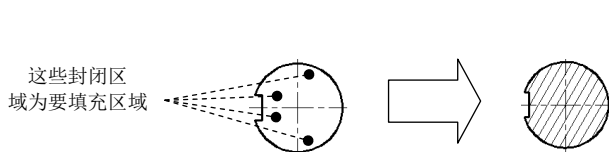

图 1.1.19 进行图案填充
Step4. 对图 1.1.19 所示的图形进行图案填充。
(1) 将图层切换至“剖面线层”。
(2) 选择下拉菜单 **绘图(D)** → **图案填充(H)** 命令, 在命令行中输入字母 T 并按 Enter 键, 系统弹出“图案填充和渐变色”对话框。在 **类型(T):** 下拉列表中选择 **用户定义** 选项, 在 **角度(A):**
下拉列表中选择 **45** 选项, 在 **间距 (C):** 文本框中输入数值 3, 然后单击 **添加: 拾取点** 左侧的  按钮, 系统自动切换到绘图区, 选取图 1.1.19 所示的封闭区域为要填充的区域, 按 **Enter** 键完成填充。